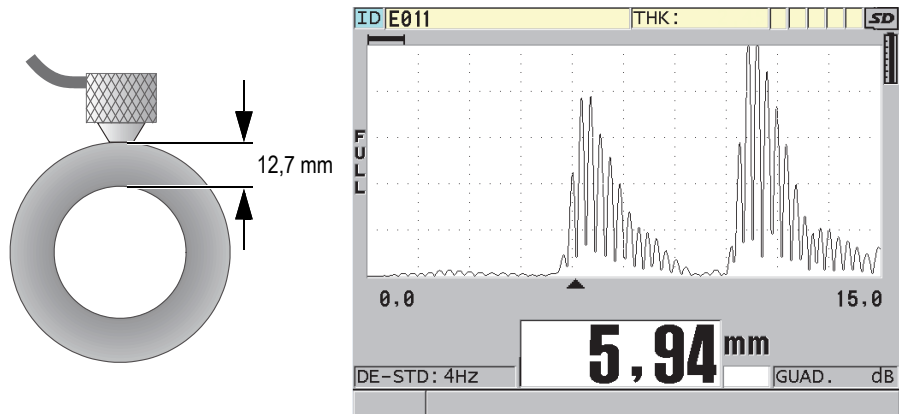

Figura 5-9 Accoppiamento del trasduttore a doppio elemento e lettura dello spessore misurato
- Accoppiare l'estremità del trasduttore con la superficie del materiale da ispezionare, applicando una pressione da moderata a intensa, mantenendo il trasduttore il più in piano possibile sulla superficie del materiale (vedi Figura 5-9 a pagina 95).